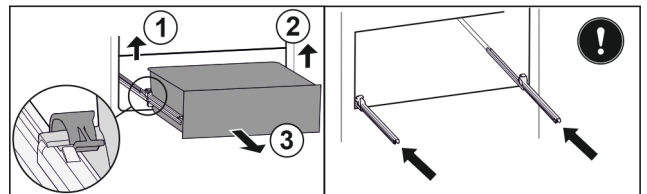

Fig. 34
- ▶ Soulever la bride gauche et tirer dans le même temps la partie gauche du tiroir vers l'avant. Fig. 34 (1)
- ▶ Soulever la bride droite et tirer dans le même temps la partie droite du tiroir vers l'avant. Fig. 34 (2)
- ▶ Retirer le tiroir par l'avant. Fig. 34 (3)